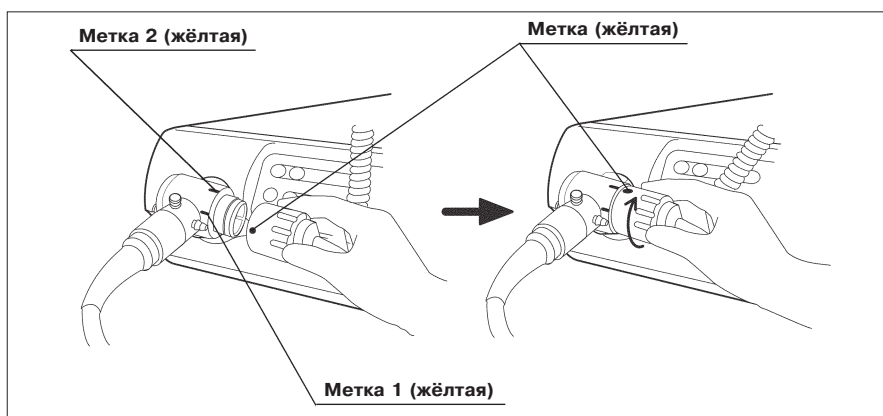

Рис. 3.20
3. Присоедините соединительный адаптер водяного контейнера к входу для подачи воздуха и входу для подачи воды (см. рис. 3.20).
5. Совместите метку на кабеле видеоскопа EXERA II, кабеле видеоскопа EXERA или кабеле видеоскопа 100 с меткой 1 на коннекторе эндоскопа и вставьте его внутрь до упора (см. рис. 3.20).
6. Поверните коннектор кабеля видеоскопа по часовой стрелке до упора (см. рис. 3.20).